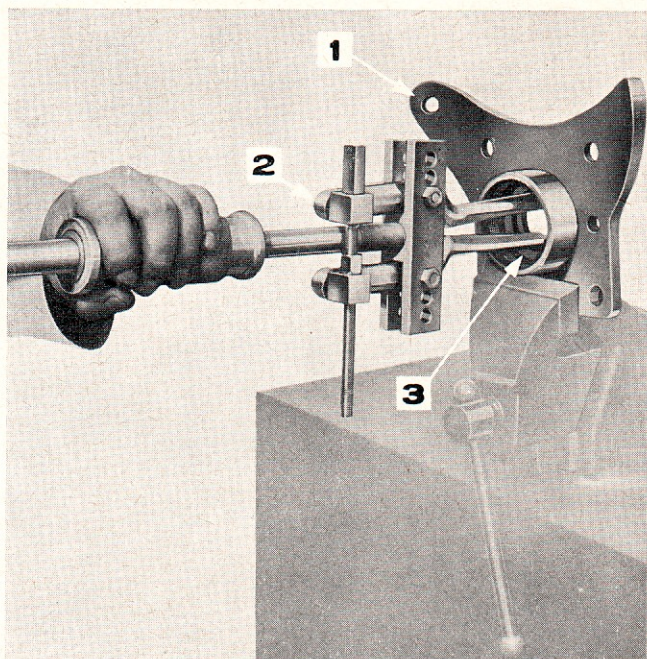

Figure 18: Extraction de l'arrêt d'huile de l'arbre
7. Arracher l'arrêt d'huile du couvercle arrière à l'aide des outils 943 et 943-S (Figure 18).